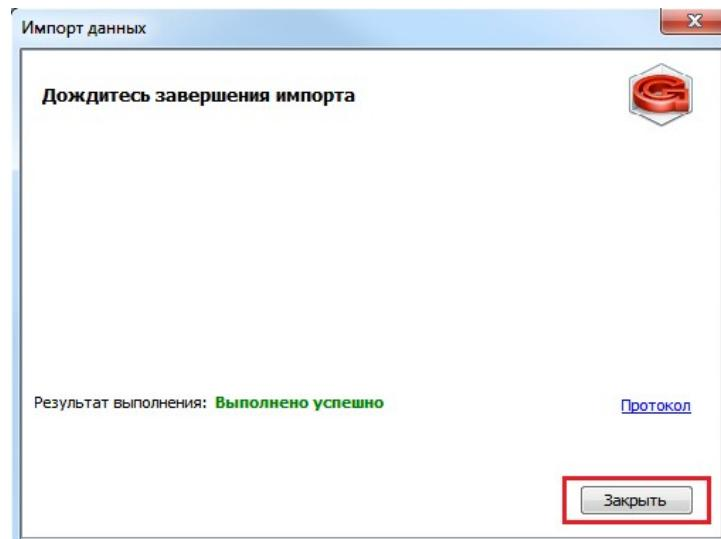

Рисунок 259: Кнопка "Закрыть" в окне "Импорт данных"
- 7 Завершить процедуру импорта справочников. Для этого в диалоговом окне «**Импорт данных**» нажать кнопку **Закрыть** (рис. 259).